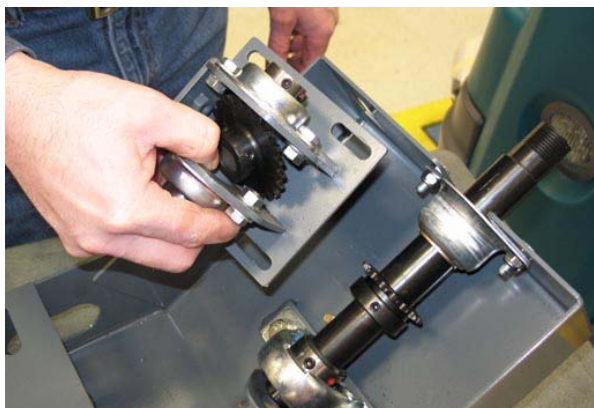

FIG. 38
35. Retire el conjunto de placa de soporte / el rodamiento con brida y el piñón de dirección. No desmonte el rodamiento con brida del conjunto de placa de soporte. (Fig. 38)